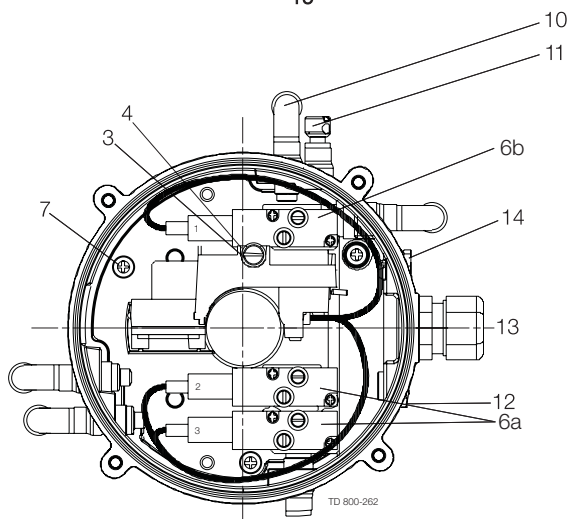

Fig. 1. Desenho básico, ThinkTop.
- Ventilação Gore com adaptador (Fig. 1 posição básica do design 14) para ThinkTop antes de novembro de 2006; 9613-4315-01.
A ThinkTop® possui um projeto simples, modular e robusto, que garante a montagem/desmontagem fácil e rápida. É composto por uma base que acomoda uma placa de sensor com LEDs, um pino de indicação, terminais para conexão elétrica, válvulas de solenóide e uma proteção. Consulte também a Fig. 1, "Projeto básico". O sistema está preparado para atualização, sendo também intercambiável. O projeto é higiênico e fácil de limpar.